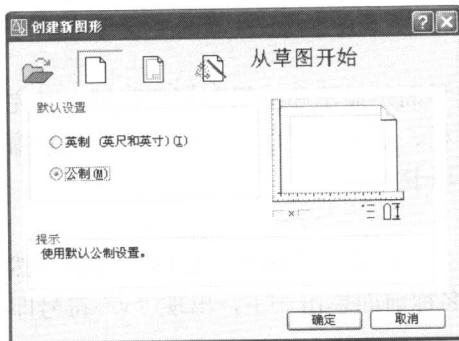
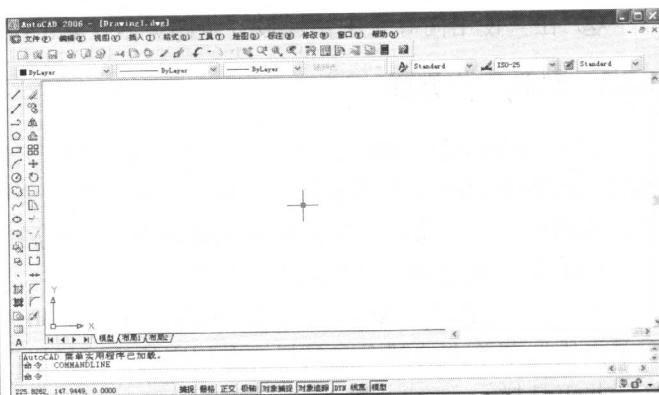

图 1.6 “创建新图形”对话框
图 1.7 AutoCAD 2006 工作界面
(1) 创建新图形文件 单击“标准”工具栏中 ，出现图 1.6 所示的“创建新图形”对话框，选择“从草图开始”，默认设置“公制”，单击“确定”，进入图 1.7 所示的 AutoCAD 2006 工作界面。